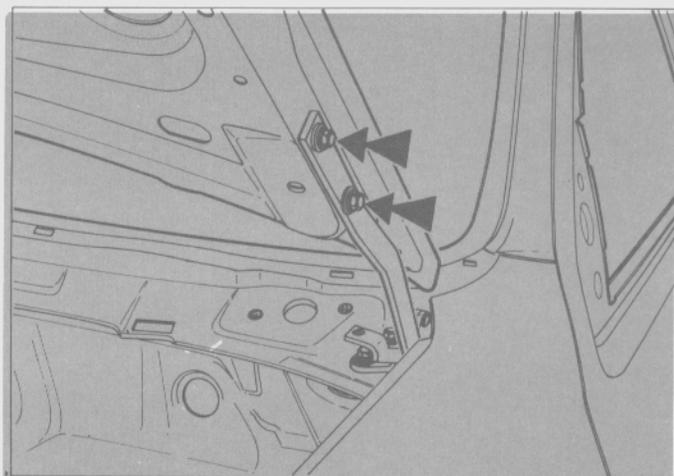

Fig. 65
- Aflojar los cuatro tornillos (dos por lado) que sujetan el capó las bisagras (Fig. 65).